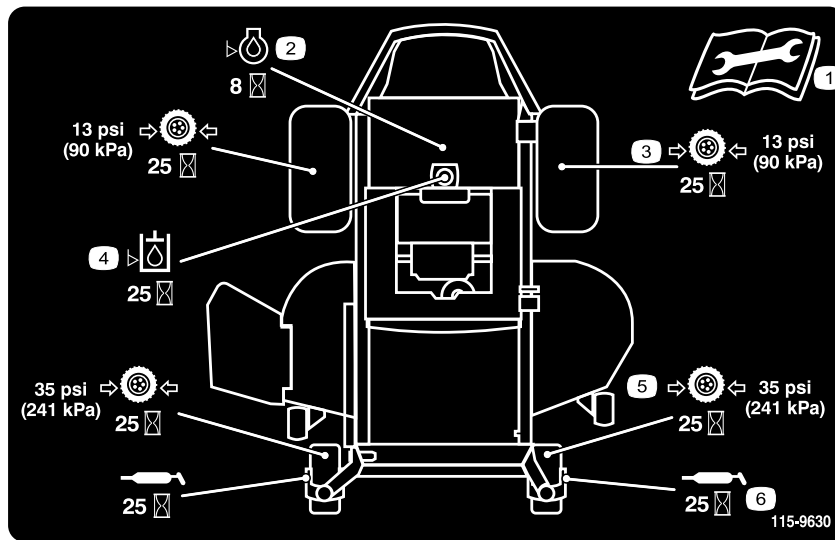

Bild 40
3. Reinigen Sie die Schmiernippel (Bild 41 und Bild 40) mit einem Lappen. Kratzen Sie bei Bedarf Farbe vorne von den Nippeln ab.
4. Setzen Sie die Fettpresse nacheinander an allen Nippeln an (Bild 40 und Bild 41). Fetten Sie die Nippel, bis das Fett beginnt, aus den Lagern auszutreten.